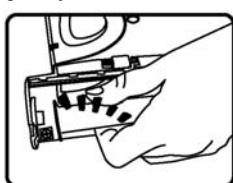

Fig. 14
6. Separe el cepillo del cojinete y deslícelo por debajo de la correa para removerlo. (Fig. 14).
7. Inserte el cepillo nuevo colocando primero el extremo opuesto al de la correa en el cojinete. (Fig. 14)